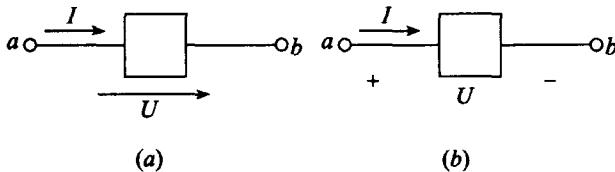

图 1-3
电压也有方向，用电器中的电流方向就是电压的方向，如图 1-3(a) 所示。电压的方向还经常用正、负极性表示，电流在用电器中由  $a$  流向  $b$ ，则把  $a$  点定为电压的正极，用符号“+”表示； $b$  点定为电压的负极，用符号“-”表示，如图 1-3(b)，可见电压的方向是从正极指向负极的。①
① 电压“+”极又称高电位，“-”极又称低电位，电压又称电位差，在电工技术中电位的概念比电压更有普遍的意义。